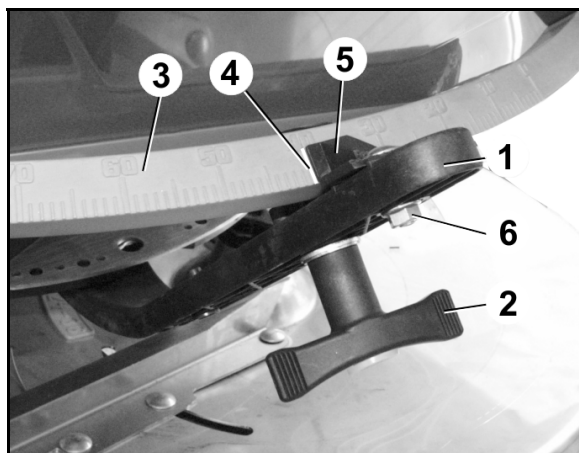

Fig. 80
2. Deschideți vana glisantă de dozare cu ajutorul pârgiei de reglare (Fig. 80/1).
4. Rabatați pârgia de reglare pe scala (Fig. 80/3) până se oprește în bolț.
5. Fixați pârgia de reglare cu mânerul de rotire (Fig. 80/2).
6. Desfaceți piulița hexagonală (Fig. 80/6). Îndreptați acul indicator (Fig. 80/5) pe valoarea 8 de pe scală și fixați-l cu piulița hexagonală. Muchia de citire a acului indicator este (Fig. 80/4).